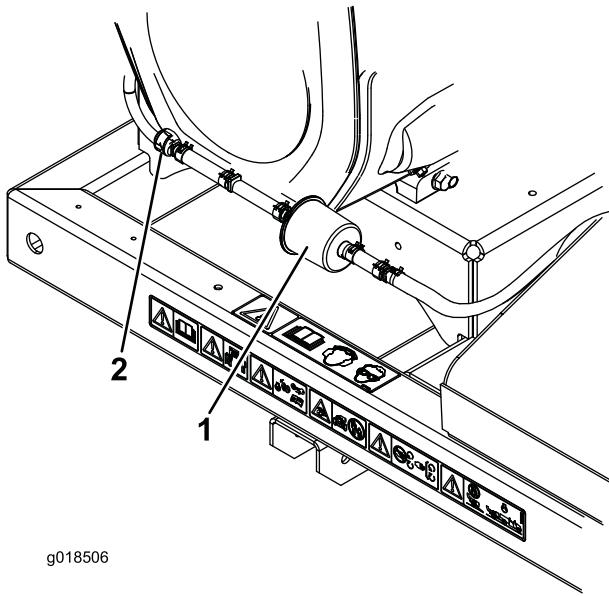

Figure 39
- Éloignez les colliers à ressort de flexibles situés de chaque côté du filtre à charbon actif du conduit de purge (Figure 39).
- Déposez le filtre à charbon actif et mettez-le au rebut (Figure 39).
- Posez un filtre neuf dans le flexible en dirigeant la flèche vers le clapet antiretour et fixez-le en place avec les colliers (Figure 39).